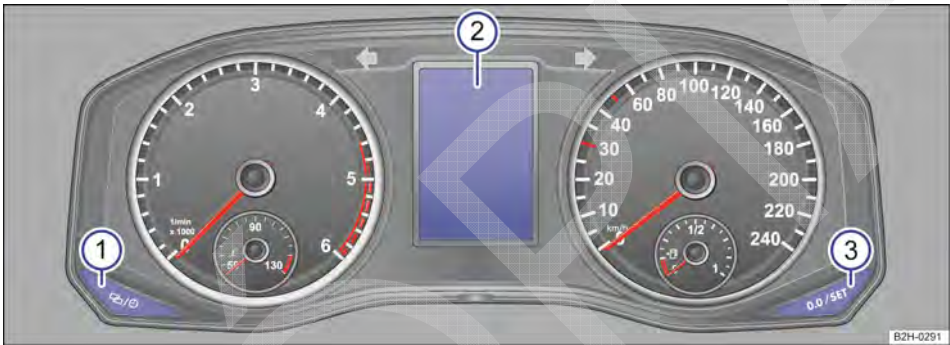

Fig. 155 Botões no instrumento combinado no painel de instrumentos.
- Pressionar o botão  → Fig. 155 ① no instrumento combinado tantas vezes, até que seja exibida a indicação RDK Calibração da pressão dos pneus no display ②.
- Pressionar o botão  ③ durante mais de 3 segundos, até soar um sinal sonoro.